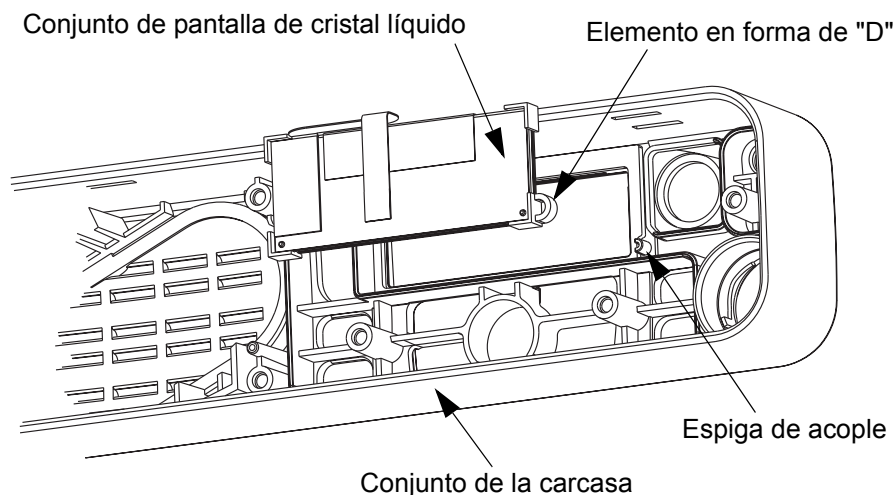

Figura 5-19 Colocación de la pantalla de cristal líquido
1. Coloque la pantalla de cristal líquido dentro de la carcasa de la unidad de control; asegúrese de alinear el elemento en forma de "D" de la pantalla de cristal líquido con la correspondiente espiga de acople dispuesta en la carcasa. Consulte la Figura 5-19.